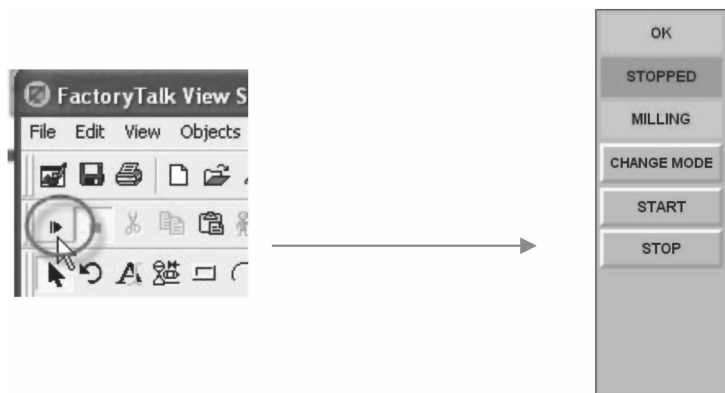

图 20-45 测试显示界面
10. 现在，将模拟 View 应用，因此请按下“测试显示界面”（Test Display）按钮，如图 20-45 所示。可以测试铣床了。